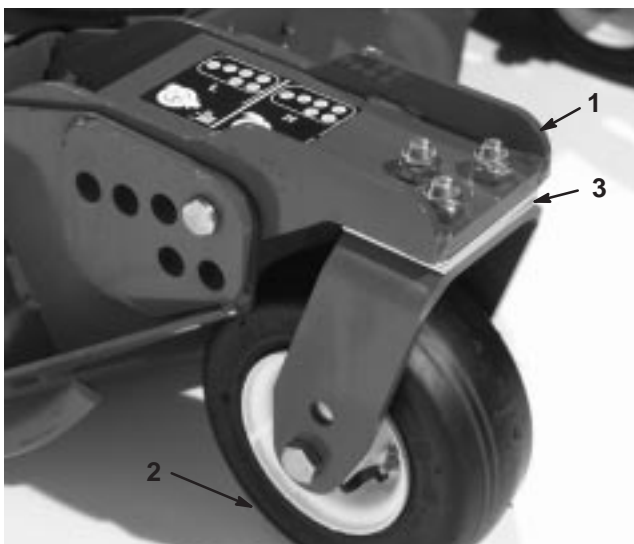

Figure 79
1. Enlevez les vis et écrous qui fixent la roue pivotante à la chape (Fig. 79).